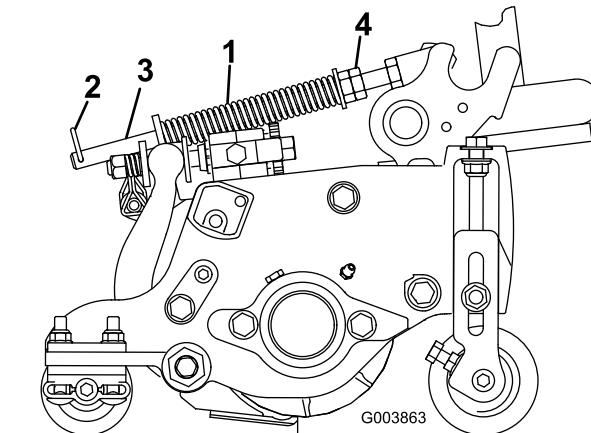

Figura 16
La molla di compensazione del manto erboso (Figura 16) trasferisce inoltre il peso dal rullo anteriore a quello posteriore, per contribuire a ridurre l'ondulazione del manto erboso, detta anche fluttuazione o bobbing.
- Verificate che la coppia sia montata nel foro posteriore dell'asta della molla (Figura 16).
- Serrate i dadi esagonali sulla parte anteriore dell'asta della molla fino a ridurre la lunghezza compressa della molla a 12,7 cm sugli apparati di taglio da 12,7 cm oppure a 15,9 cm sugli apparati da 17,8 cm (Figura 16).